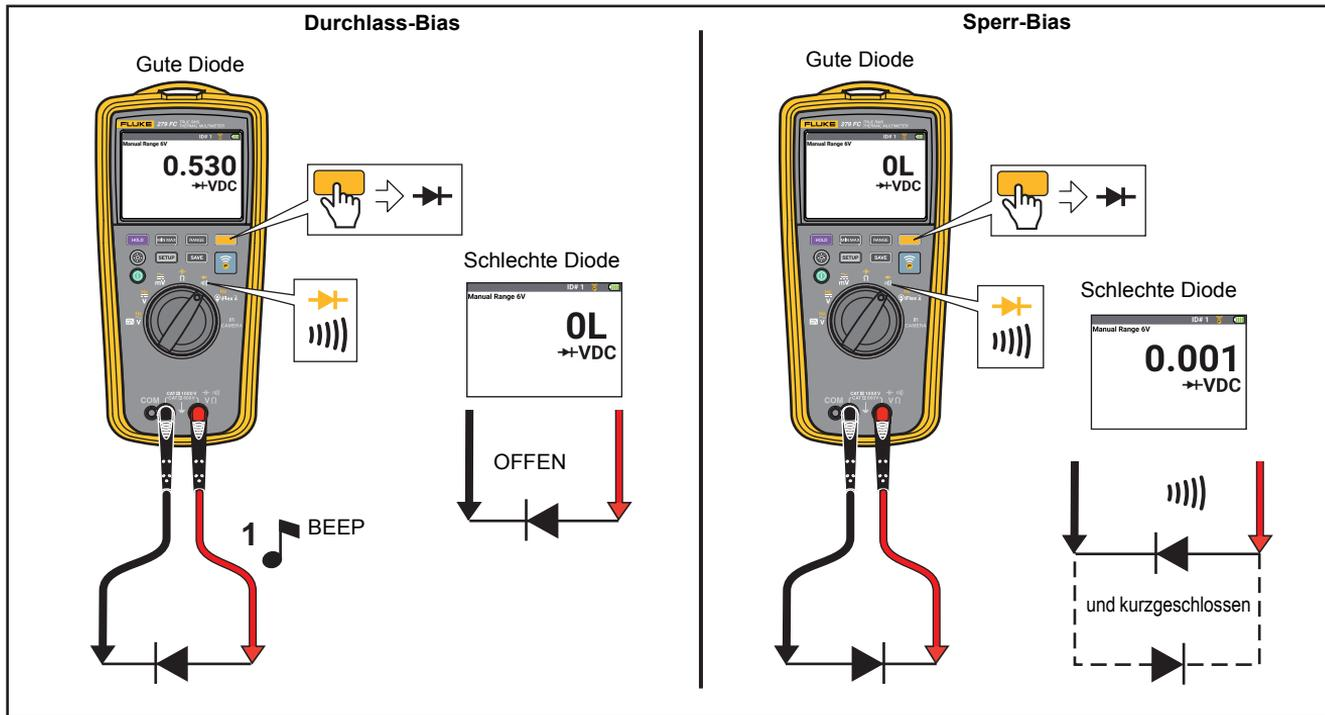

Abbildung 11. Diodenprüfung
- Diodenprüfung, siehe Abbildung 11
Für eine Diodenprüfung an einer Diode außerhalb eines Stromkreises muss das Multimeter gemäß Abbildung 11 eingerichtet werden. Zur Messung der Durchlassspannung eines Halbleiterbauteils die rote Messleitung an den positiven Anschluss des Bauteils und schwarze Messleitung an den negativen Anschluss des Bauteils anschließen.